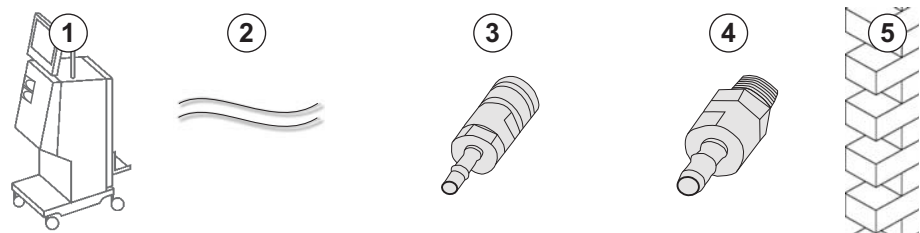

Fig. 4-7 Raccords Aquaboss distribution centralisée des concentrés
- Raccord concentré femelle (Fig. 4-7 , ③ ) (côté appareil), matériau 1,4529 EPDM
- Raccord mâle concentré AISI 316L (④ , côté mur), matériau 1,4529 EPDM
1. Connecter le raccord concentré femelle ③ au tuyau de distribution centralisée des concentrés ② provenant directement de l'appareil.
2. Connecter le raccord concentré femelle ③ au raccord concentré mâle ④ fixé au mur.